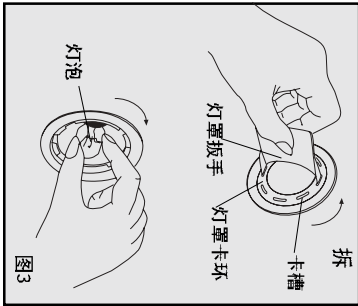

图3
- 1、将灯罩扳手插入卡槽内，逆时针旋转灯罩扳手，将灯罩卡环取下，顺时针拧上灯泡，再将灯罩卡环反序安装（见图3）。（注：灯泡为一次性赠品，存放于附件袋中）
- 2、参照使用方法1中灯泡安装方法，更换照明灯泡（见图3）。（注：灯泡功率不得大于15W）